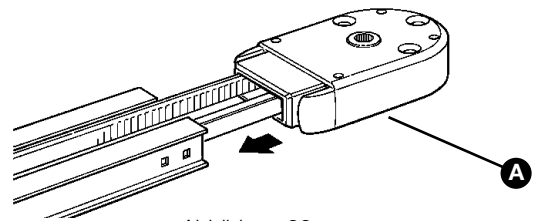

Abbildung 22
**5** Riemenspanner und Wagen wieder in ihre Anfangsstellung bringen. Das Kopfteil der Führung **[A]** zusammenbauen siehe Abbildung 22. Hierzu ist eine gewisse Kraft erforderlich; ggf. einen Gummihammer benutzen.